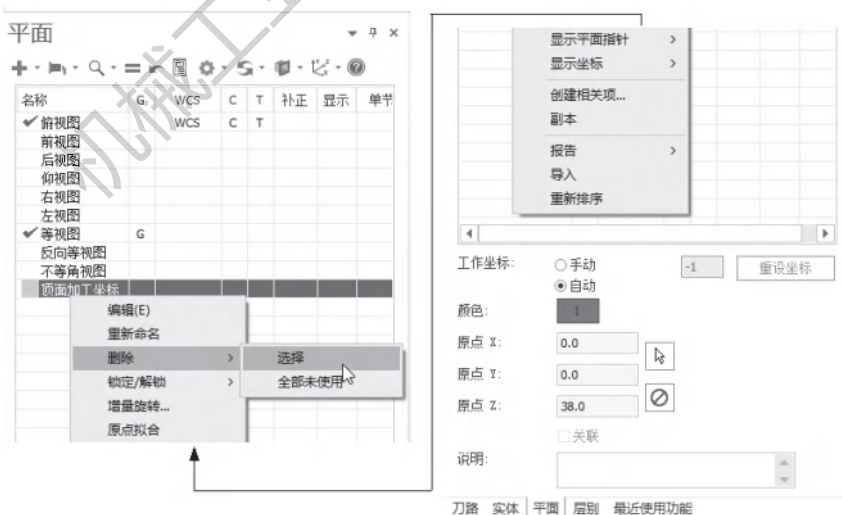

图 5-42 删除工作坐标系
(2) 如何删除新建立的坐标系 以删除顶面加工坐标系为例，在顶面加工坐标系为非当前工作坐标系的前提下，此处的当前工作坐标系为【俯视图】。在【顶面加工坐标】处单击右键，在弹出的快捷菜单中选择【删除】/【选择】即可，如图 5-42 所示。